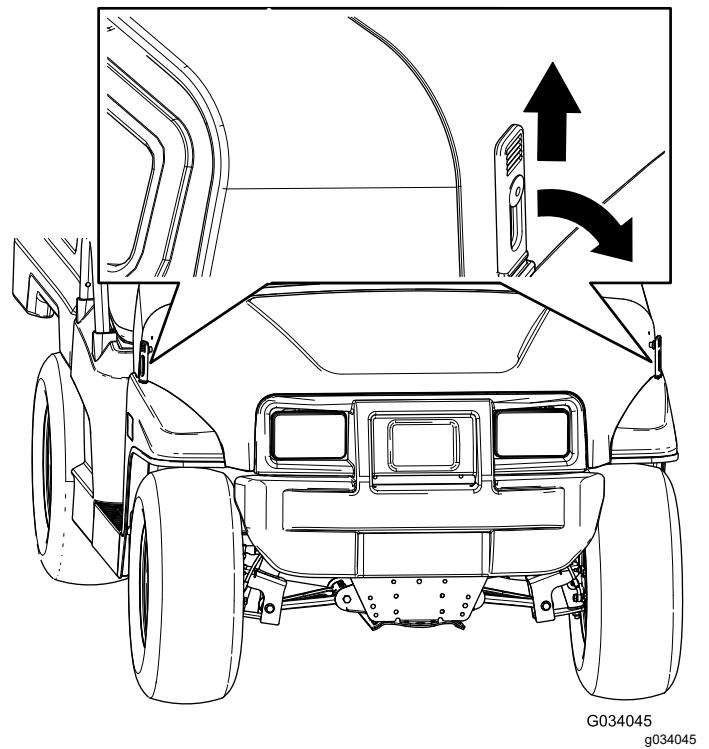

Bild 23
- Fluchten Sie die Gummriegel auf den Riegelankern an jeder Seite der Motorhaube aus, um die Motorhaube zu befestigen (Bild 23).
- Heben Sie den Hebel der Gummriegel an jeder Seite der Motorhaube an (Bild 23).